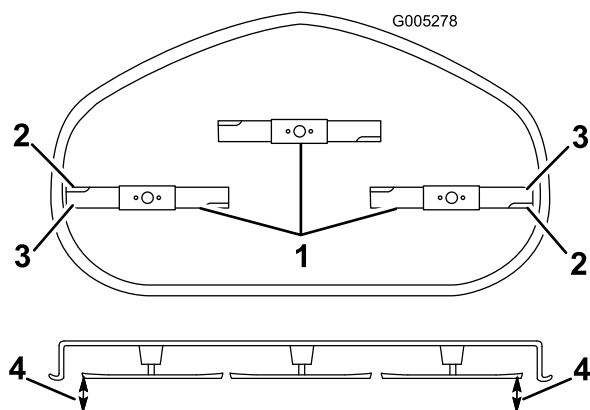

Figura 41
- Gire cuidadosamente la(s) cuchilla(s) colocándola(s) perpendicularmente al sentido de avance de la máquina (Figura 41). Mida entre los bordes de corte exteriores y la superficie plana (Figura 41). Si hay una diferencia de más de 5 mm entre ambas dimensiones, se requiere un ajuste; siga con este procedimiento.
6. Mida entre los bordes de corte exteriores y la superficie plana (Figura 41). Si hay una diferencia de más de 5 mm entre ambas dimensiones, se requiere un ajuste; siga con este procedimiento.